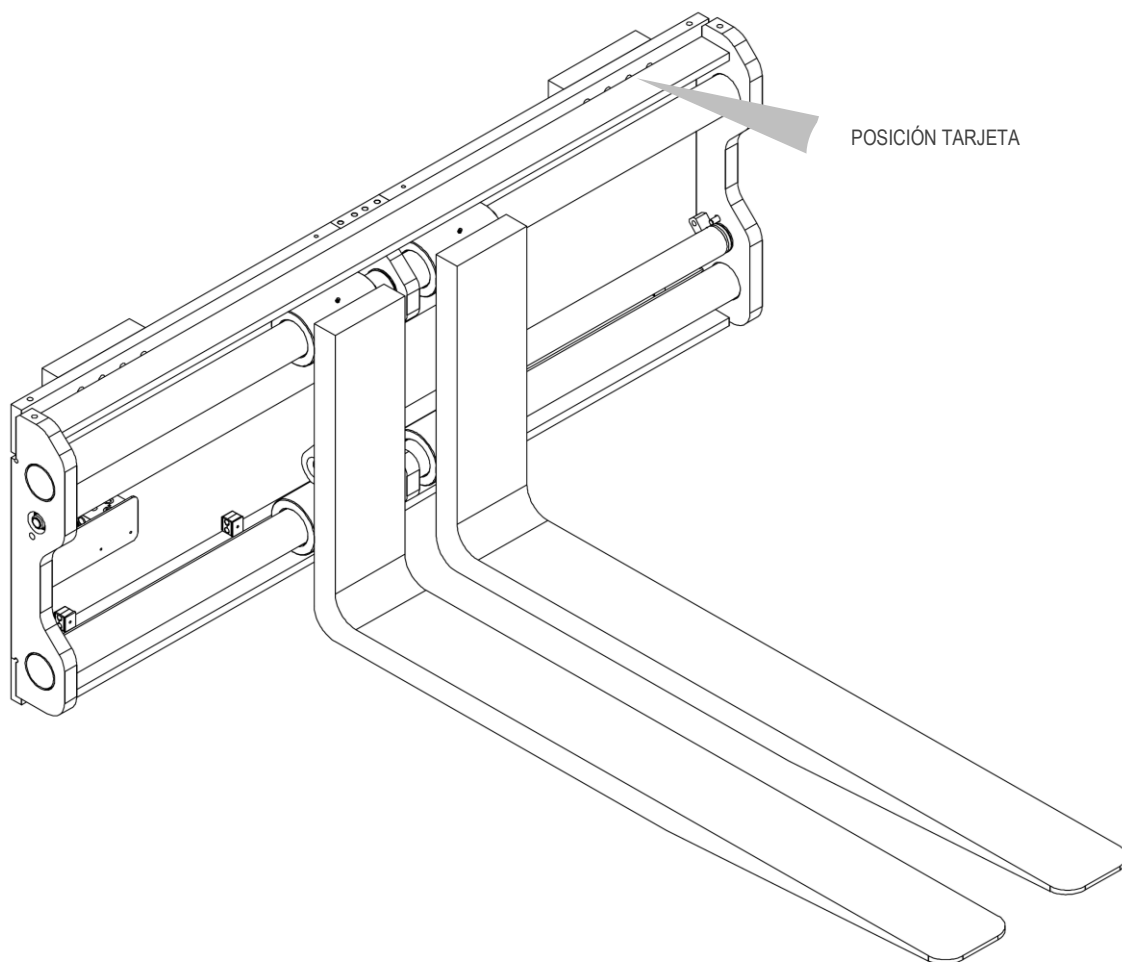

Figura 1
Todos los equipos A.T.I.B. – POSICIONADOR DE HORQUILLAS CON DOBLE PALANCA TIPO 673 son identificados de una tarjeta adhesiva (mira *Tabla 1*) puesta sobre el equipo (mira *Figura 1*, la tarjeta en todos los tipos se coloca en el área indicada en la figura), siempre referirse a la matricula
Utilice correas o cadenas del tamaño adecuado para el peso del equipo indicado en la tarjeta (mira *Figura 1* y *Tabla 1* a pag.6).
10. Conecte el circuito hidráulico; asegurándose de que la presión de trabajo de las tuberías sea superior o igual a la indicada en la tarjeta identificadora (mira *Figura 1* y *Tabla 1* a pag. 6).